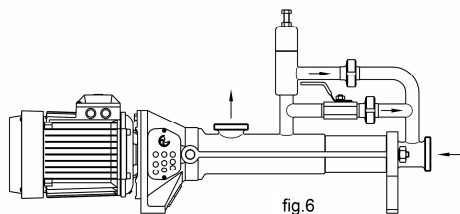

fig.6
- **Bypass doble (fig.6):** Incluye los dos bypass descritos anteriormente. El sentido de giro deberá ser siempre antihorario (aspiración por la boca).